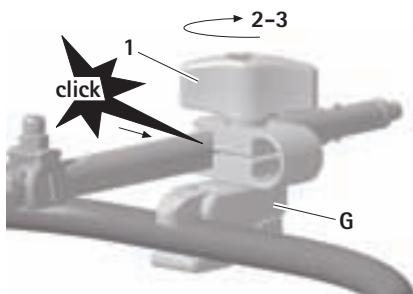

Fig. 7
- ▶ Encliquer la tige d'accouplement **B** ou le raccord avec accouplement rapide **A** dans le mors de la pince de fixation **G** et l'amener dans la position souhaitée, voir Fig. 7.